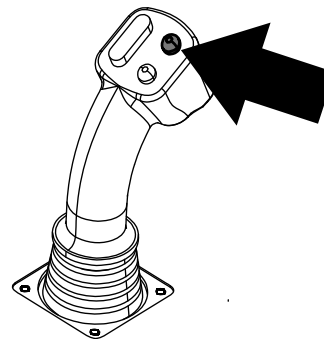
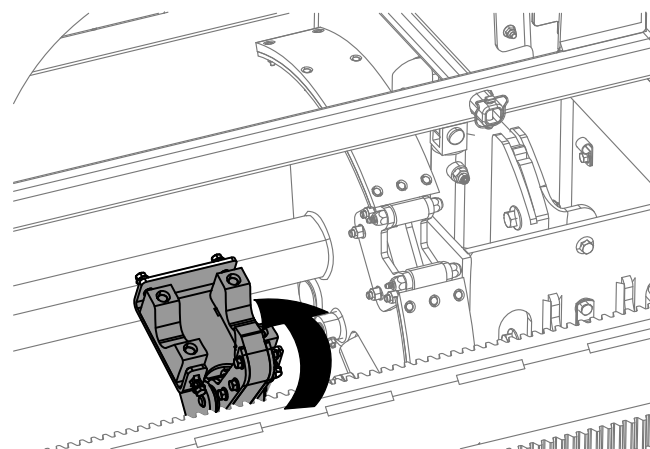

Figura 12
Figura 13
6. Pressione o botão superior do joystick para segurar a haste (Figura 12 e Figura 13) e solte-o em seguida.